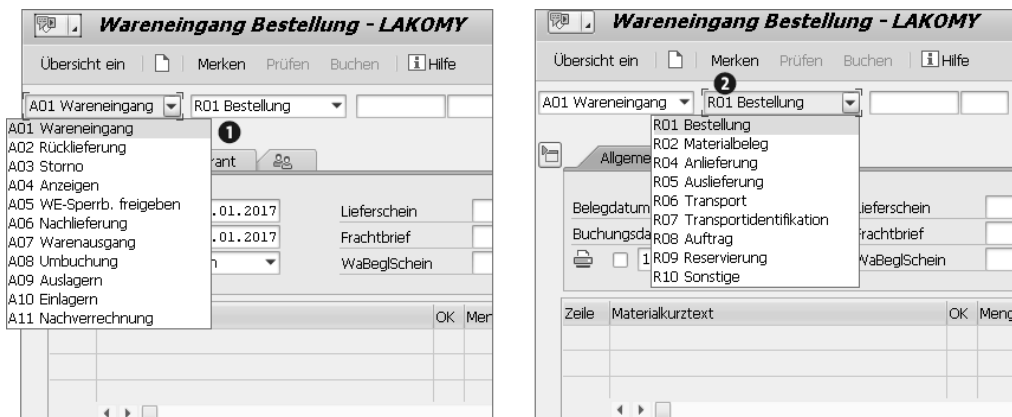

Abbildung 3.8 Feldeinträge auswählen
In den Kopfdaten müssen Sie im Feld **Aktion** (❶ in Abbildung 3.8) den gewünschten betriebswirtschaftlichen Vorgang auswählen, und im Feld **Referenzbeleg** (❷) können Sie den Referenzbeleg auswählen, auf den Sie sich bei der Erfassung des betreffenden Vorgangs beziehen möchten.